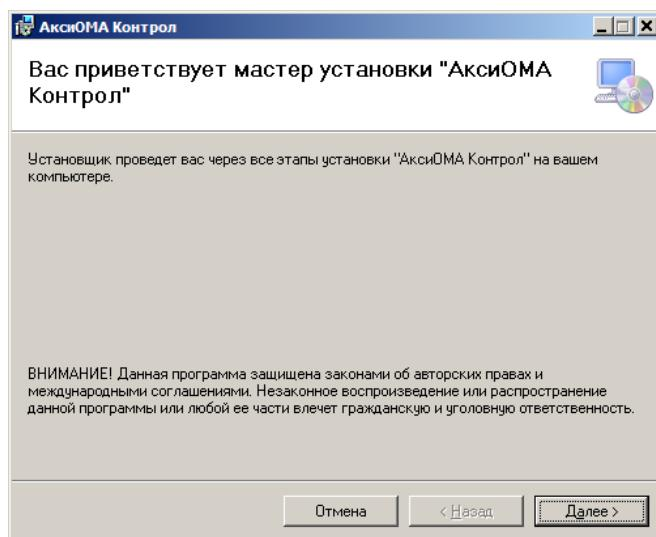

Рисунок 61 – Диалог установки
1. Запустить файл Setup AxiOMA Ctrl.msi (с флеш-накопителя или предварительно скопировав его на жёсткий диск терминального компьютера) – на экране появляется диалог установки (Рисунок 61):